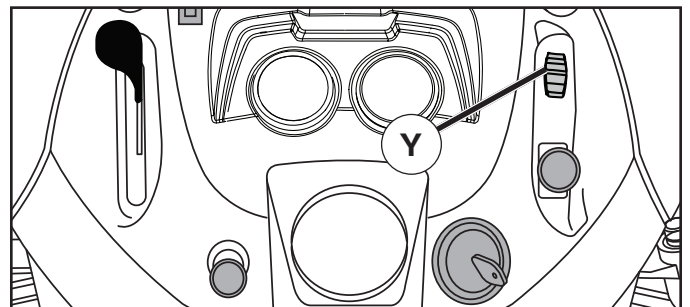

Fig. 15
## POUR UTILISER LA COMMANDE DE BLOCAGE DE DIFFÉRENTIEL (Y) (Voir Fig. 15)